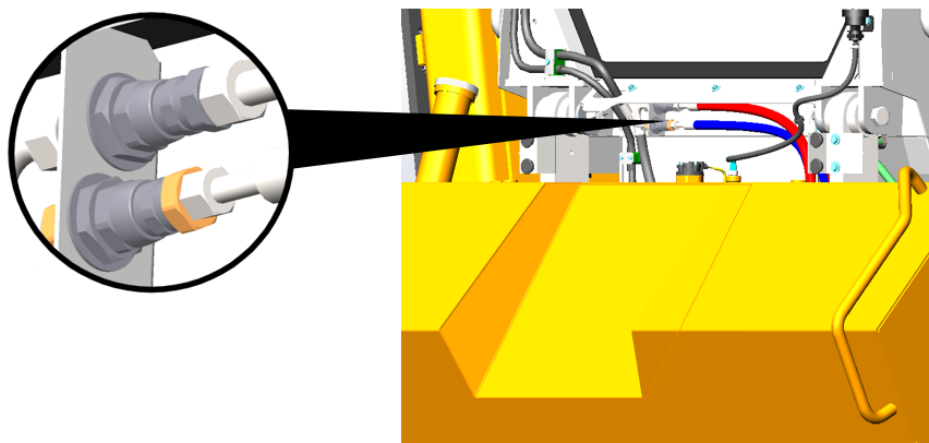

Рисунок 6. Быстроразъемные соединения хладнопроводов
- ▶ Отсоединить два быстроразъемных соединения (БРС) хладопроводов кондиционера, расположенных возле левой задней стойки кабины (см. рис. 6). При отсутствии БРС необходимо выполнить полную выгрузку хладагента из системы.